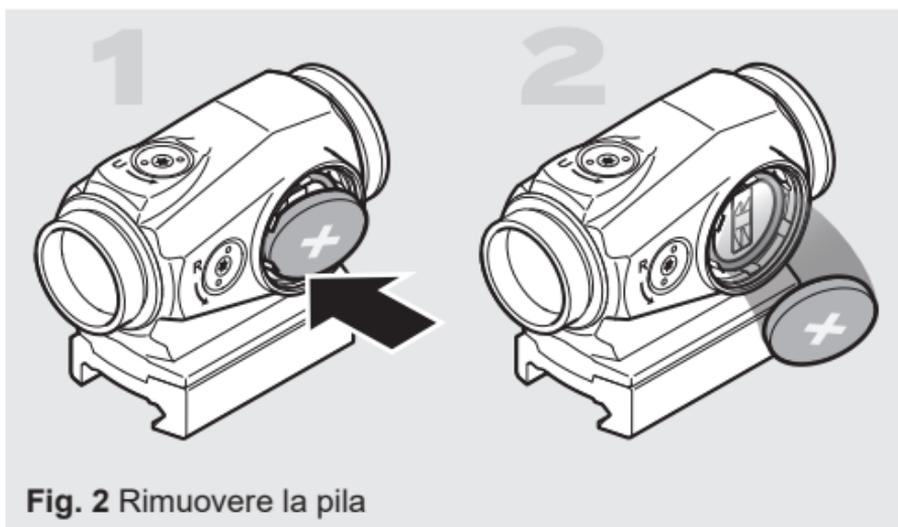

Fig. 2 Rimuovere la pila
- Svitare e rimuovere il tappo della pila (4).
- In caso di sostituzione della pila, rimuovere la pila scarica dal vano pila premendo con attenzione verso il basso su un bordo come mostrato nella Fig. 2.